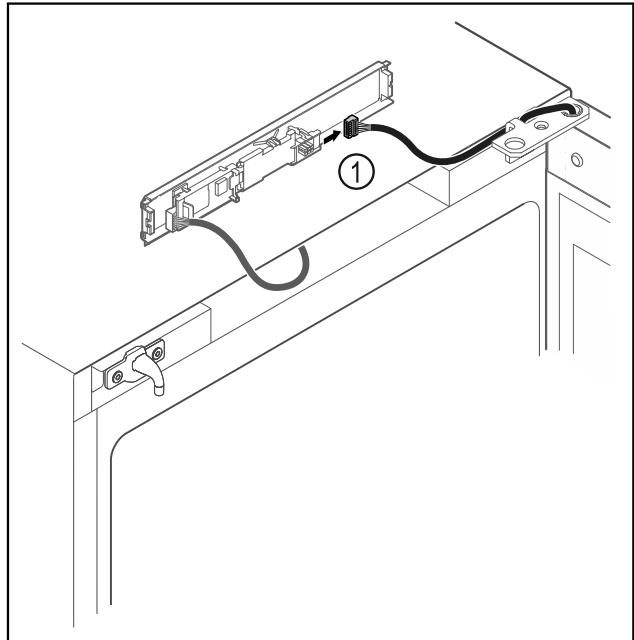

Fig. 18
- Desenchufar el conector Fig. 18 (1) de la placa.